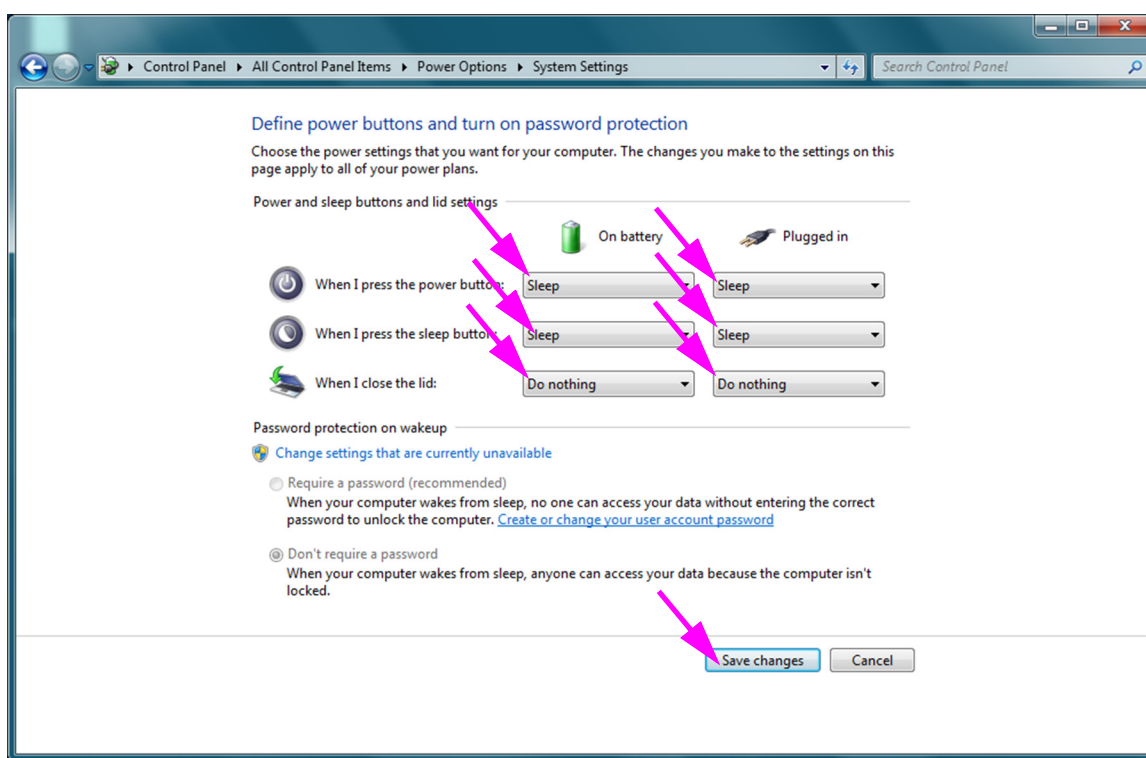

图 2-23. System Settings（系统设置）窗口
9. 仅限笔记本型计算机：在 Power Options（电源选项）窗口上，单击 **Choose what closing the lid does（选择关闭盖的作用）** 输入项。此时出现 System Settings（系统设置）窗口（参见图 2-23）。将 **When I close the lid（关闭盖子时）** 设置设置为 **Do nothing（不执行任何操作）**，然后将所有其他设置设置为 **Sleep（睡眠）** 并单击 **Save Changes（保存更改）**。